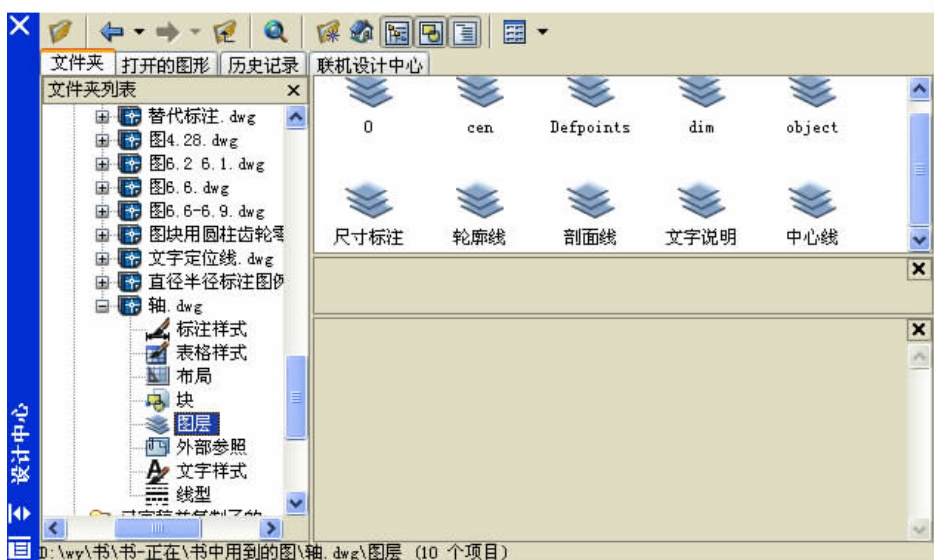

图 9.6 选择文件后“设计中心”示例
③ 在“设计中心”窗口的左边树状图中找到“轴.dwg”图形文件位置,单击文件名并单击加号(+),文件名下部和右边内容区显示该图形的内容。单击文件名下部内容“图层”,内容区显示该图形的所有图层名称,如图 9.6 所示。